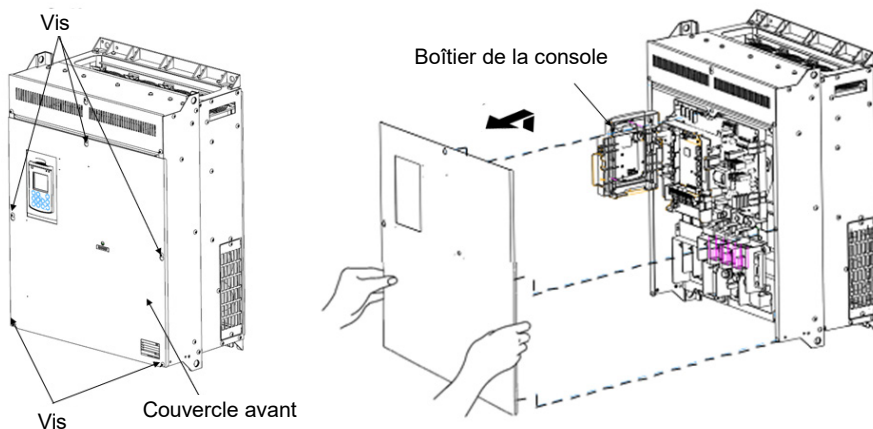

Figure 2.3 Retrait du couvercle avant et de la plaque de câblage (FRN110AQ1S-4□)
- ① Desserrez les vis du couvercle avant, saisissez les extrémités droite et gauche du couvercle avant, et faites-le glisser vers le haut pour le retirer.
- ② Après avoir effectué les connexions de câblage nécessaires, alignez le haut du couvercle avant sur les orifices de l'unité et remettez le couvercle en place en effectuant en sens inverse les opérations représentées sur la figure 2.3.